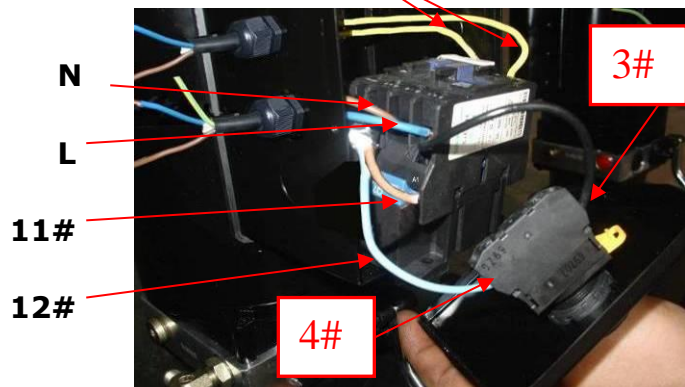

Рис. 46
4. Подключение концевого выключателя: Рассоедините клеммы 4# и A1 (см. рис. 45), Затем соедините клеммы 12# и 4# , а 11# с A1 (см. рис. 46).